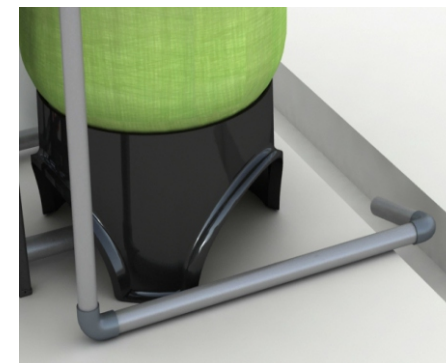

图1-4
- d、用DN40的UPVC管与排水口胶接，排水管口直接排到排水沟，排水沟与排水管口应如图1-4所示。